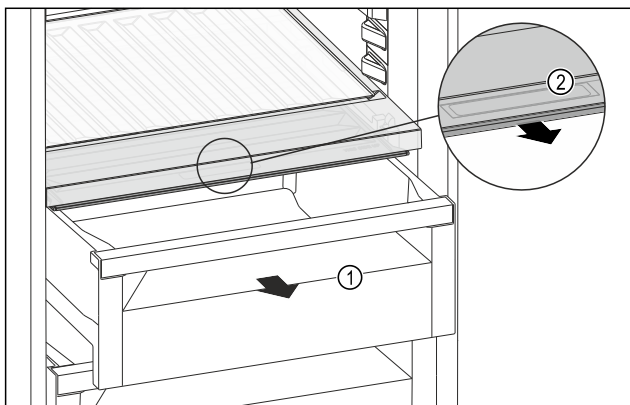

Fig. 156
- ▶ Zásuvku Fig. 156 (1) vytáhněte.
- ▶ Uchopte prohlubeň pro rukojeť Fig. 156 (2) na víku zásuvky a současně zatáhněte za víko zásuvky směrem dopředu.